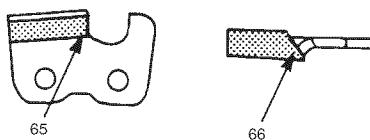

Fig. 42
- 6) Limer suffisamment pour éliminer tous les dégâts survenus au tranchant des lames (platine supérieure (65) et platine latérale (66)) du maillon-gouge. (Fig. 42)